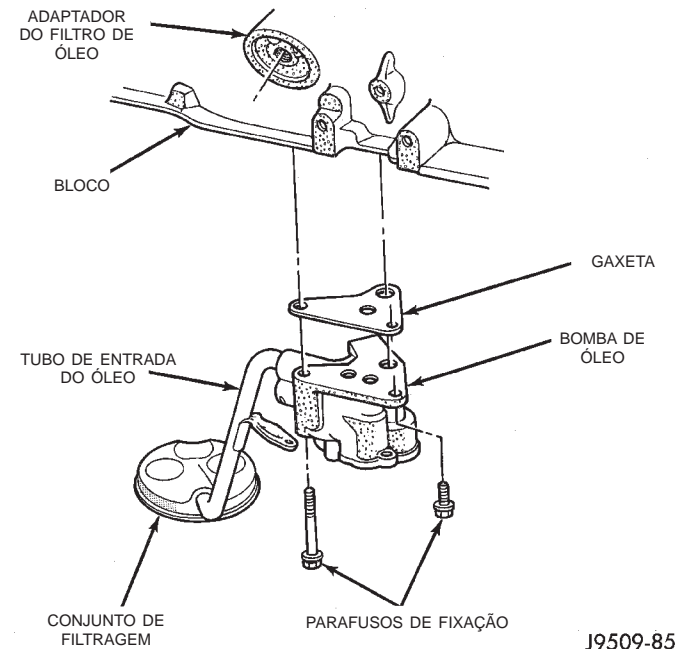

Fig. 63 Conjunto da Bomba de Óleo
(1) Drene o óleo do motor.
(2) Remova o cárter de óleo.
(3) Remova os parafusos de fixação da bomba ao bloco de cilindros. Remova o conjunto da bomba com a gaxeta. (Fig. 63).